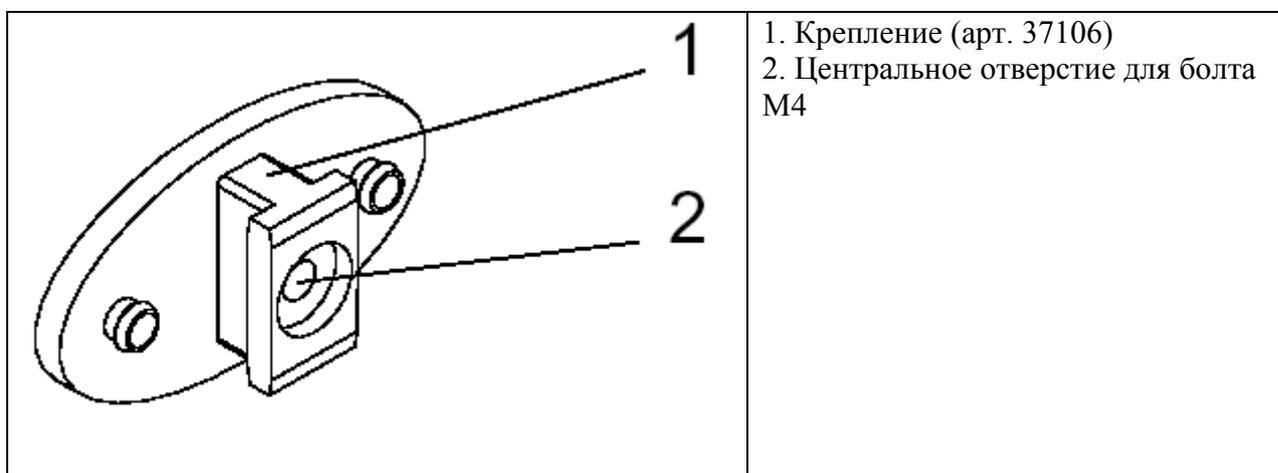

Рисунок 10: Крепление MELAdem®40
4. Вставьте крепежные болты (M4, 20 мм) в центральные отверстия креплений (см. рисунок 10) и закрепите изнутри пружинными стопорными шайбами и гайками.